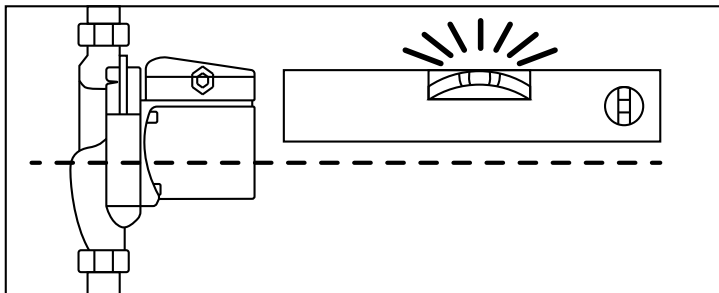

Рисунок 4
- Ось вала электродвигателя должна находиться в горизонтальной плоскости (рисунок 4).